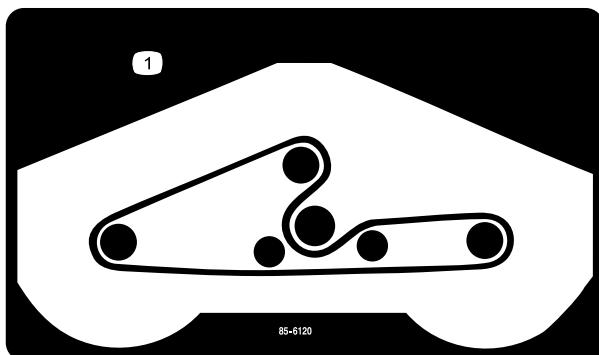

Figura 24
- 5. Coloque a nova correia nas polias da barra superior e na estrutura da polia intermédia, como se mostra em Figura 24.